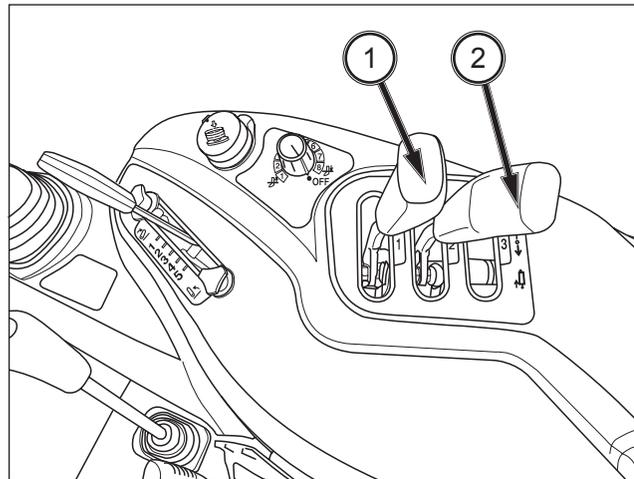

FIG. 96
**FIG. 96 :** Les leviers hydrauliques auxiliaires externes (1 et 2) permettent de relever ou d'abaisser l'équipement. Poussez le levier vers l'arrière pour relever l'équipement. Poussez le levier vers l'avant pour abaisser l'équipement.